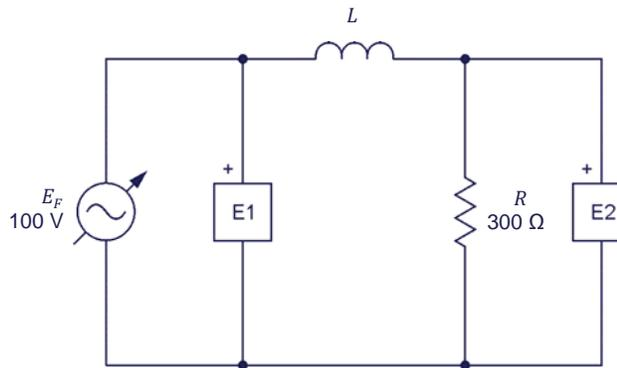

Figura 1-15. Circuito ca con un resistor y un inductor.
6. Monte el circuito mostrado en la figura 1-15. Este circuito contiene un resistor R y un inductor L . Los inductores se estudian en la siguiente unidad de este manual.
El valor del inductor L en el circuito de la figura 1-15 se conoce como inductancia y se expresa en henrios (H). El valor de la inductancia a utilizar depende de la frecuencia de la fuente de alimentación ca como se indica en la tabla 1-2.